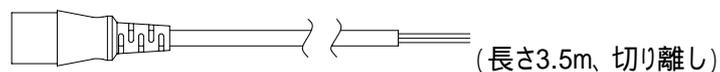

図7 - 8 AC電源コード200V
6. 200V系をご使用になる場合は、オプションのAC電源コード200V(図7 - 8:0311-5112)をご使用ください。